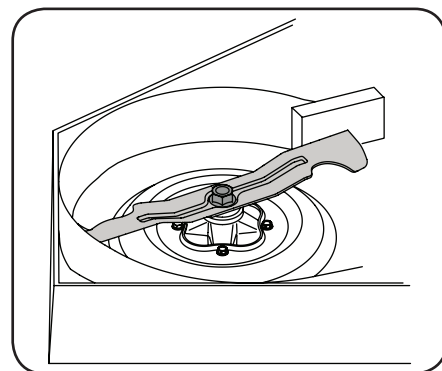

Figure 4-21
2. À l'aide d'une clé de 1 1/8", retenez l'écrou sur le haut de la fusée, puis desserrez le boulon qui fixe la lame à la fusée. Pour desserrer plus facilement l'écrou qui fixe la lame, placez un petit bloc de bois entre le plateau de coupe et le tranchant de la lame. Voir Figure 4-21.